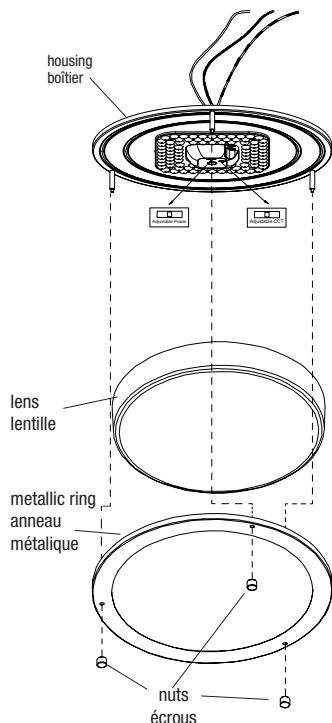

Fig. 1a
1. Unscrew the 3 nuts to remove the metallic ring and lens from the back housing of luminaire (Fig. 1a).
7. Install the lens by using the metallic ring and secure the luminaire by using the 3 nuts (Fig. 1a).
1. Dévisser les 3 écrous pour y retirer l'anneau métallique et la lentille du boîtier du luminaire (Fig. 1a).
7. Réinstaller la lentille en utilisant l'anneau métallique et les 3 écrous afin de sécuriser le luminaire (Fig. 1a).